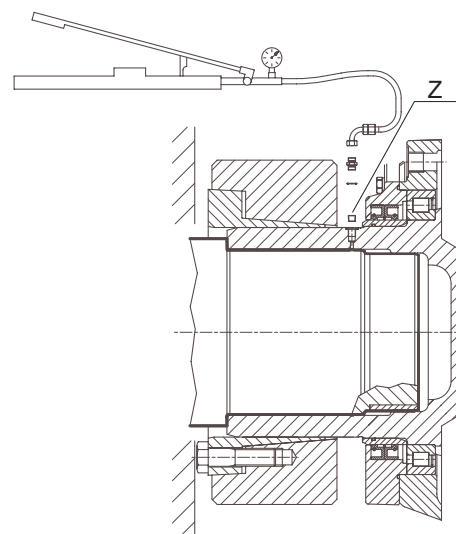

Fig. 4
- Mit einem Stiftdreher und einem Hammer einen der beiden Stifte "A" (Abb. 4) aus seinem Sitz zwingen, die beiden Federn "B" entfernen und dann auch den anderen Stift abnehmen.
- Die Kupplung axial verschieben, um den Stopfen "Z" (siehe Abb. 4) freisetzen und entfernen zu können; die Bohrung 1/8" G benutzen, die das Einfüllen von Öl unter Druck (max. 1000 bar) gestattet, um den Ausbau des Getriebes von der Maschinenwelle zu erleichtern.